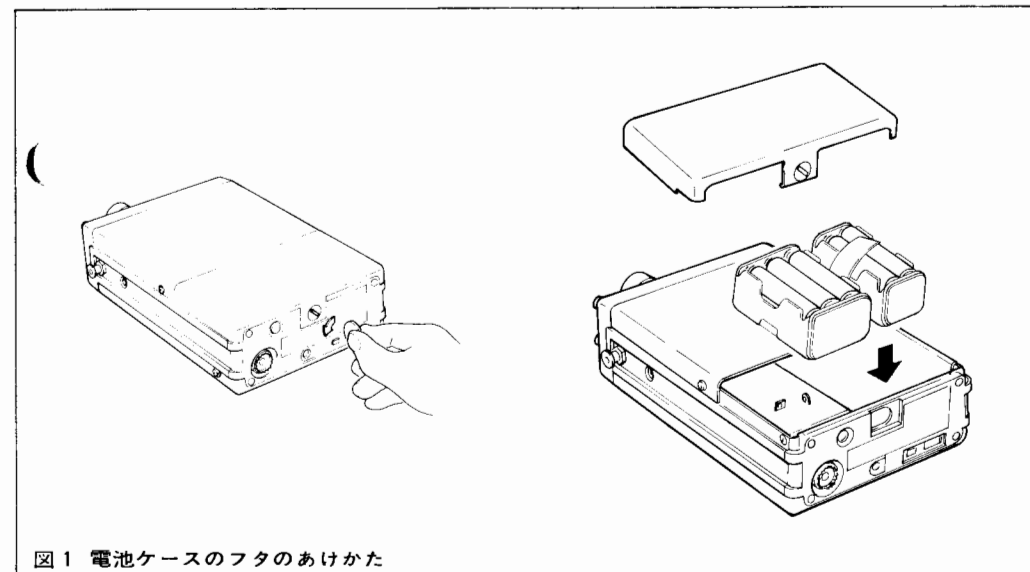

図1 電池ケースのフタのあけかた
(図1 参照)
④ 充電用ニッカド電池(1.2V)を使用するときは、ダミー電池を取りのぞき10本の電池をケースに挿入してください。
⑤ 電池をケースに挿入したら、電池ケースを図1の様に本体に入れ、電池ふたを閉めコインで電池脱着ネジを回して電池収納完了です。